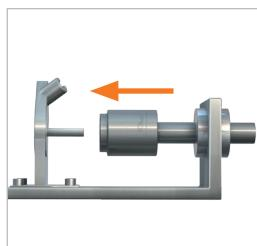
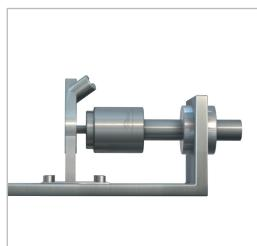

Abbildung 1
Abbildung 2
- ▶ Stecken Sie den Adapter gerade bis zum Anschlag auf den Prüfling auf (Abbildung 1 und Abbildung 2). Dadurch wird eine Beschädigung der Frontdichtung durch eventuell scharfe Kanten am Prüfling vorgebeugt und das richtige Anschließen gewährleistet.